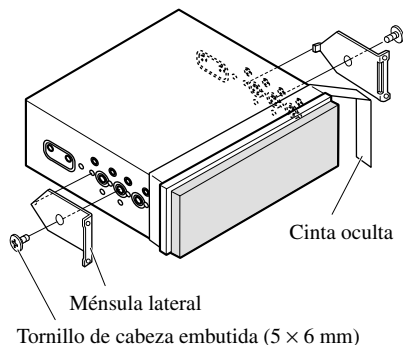

Fig. 16
1. Decida la posición de las ménsulas laterales. (Fig. 16)